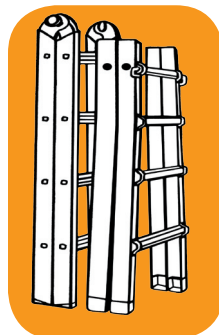

Fig F-1
1. Verwijder de binnenladder uit de buitenladder(fig. F-1)